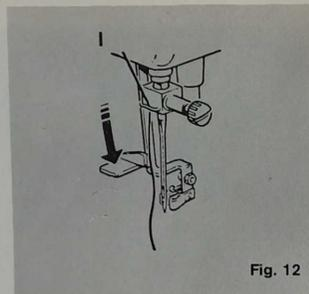

Fig. 12
(I) Bajar a tope la palanca del enhebrador y apoyarlo contra la aguja (fig. 12).